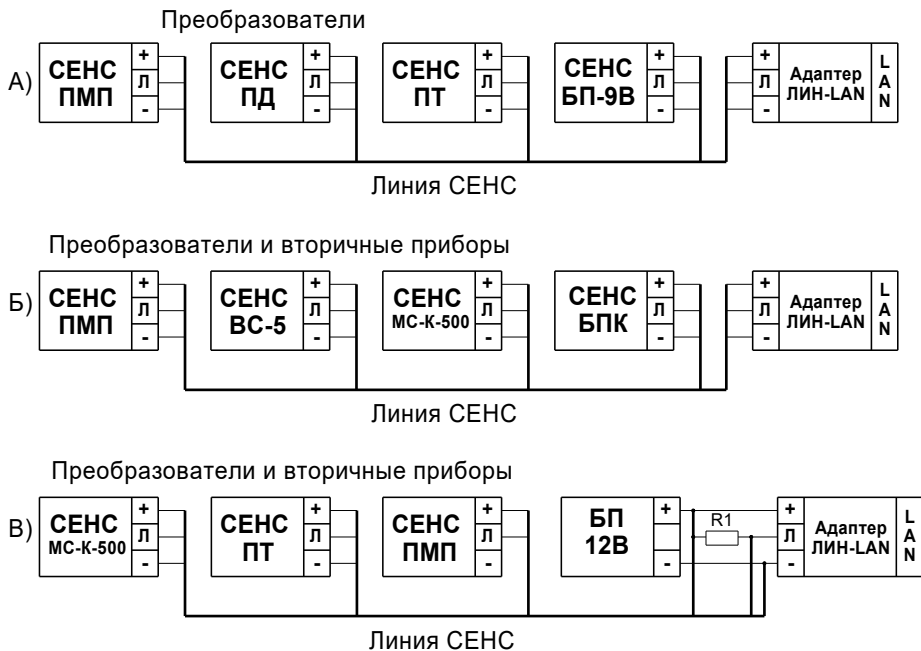

Рисунок 3 – Примеры подключения
2.3.1 Адаптер соединяется по трем проводам с общей линией СЕНС так же, как и все устройства СЕНС. В примерах на рисунке 3 приведены варианты подключения напряжения питания для адаптера, преобразователей и вторичных приборов от блока питания СЕНС (рисунок 3а), блока питания-коммутации СЕНС (рисунок 3б) или блока питания стороннего производителя (рисунок 3в).